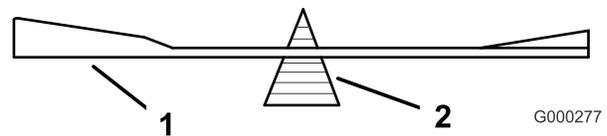
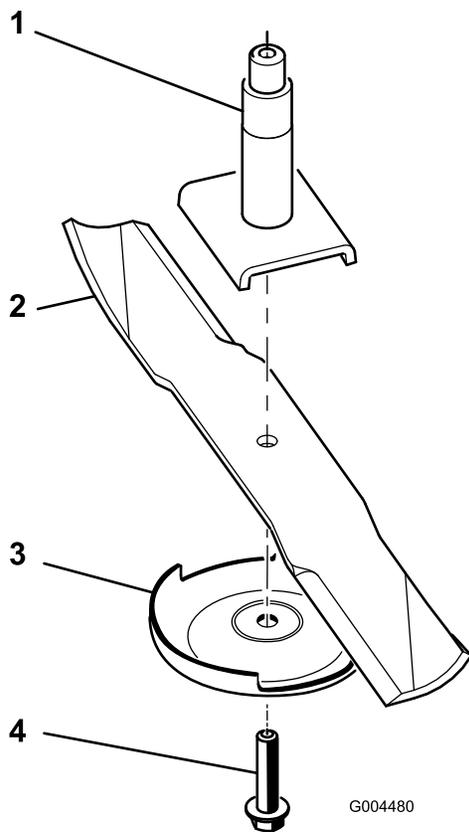

Bild 68
Bild 69
2. Entfernen Sie die Messerschraube, die Antiskalpierplatte und das Messer von der Spindelwelle (Bild 69).
2. Überprüfen Sie die Auswuchtung des Schnittmessers auf einer Ausgleichmaschine (Bild 68). Wenn das Schnittmesser in seiner horizontalen Position bleibt, ist es ausgewuchtet und kann wiederverwendet werden. Feilen Sie, wenn das Schnittmesser nicht ausgewuchtet ist, vom Flügelbereich des Messers etwas Metall ab (Bild 69). Wiederholen Sie diesen Vorgang, bis das Messer ausgewuchtet ist.
1. Setzen Sie das Messer auf die Spindelwelle (Bild 69).
2. Montieren Sie die Antiskalpierplatte und die Messerschraube (Bild 69).